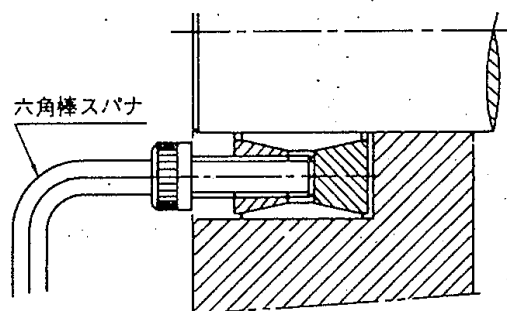

図4 取はずし
3. すべてのボルトをゆるめても締結状態のまま動かない場合は、取はずし用ねじ穴(図1)にボルトを入れ、締込んでいきますとロックがはずれます。(図4参照)